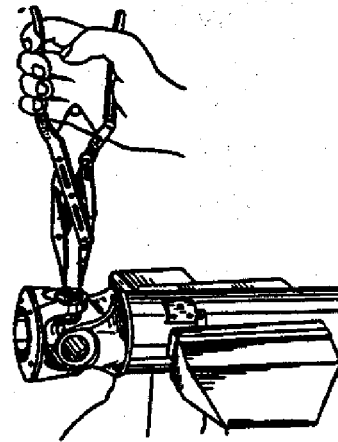

Fig. 3-43. Remoção dos anéis de retenção
- Posicionar o cardã em uma morsa e remover os anéis de retenção das cruzetas (fig. 3-43);